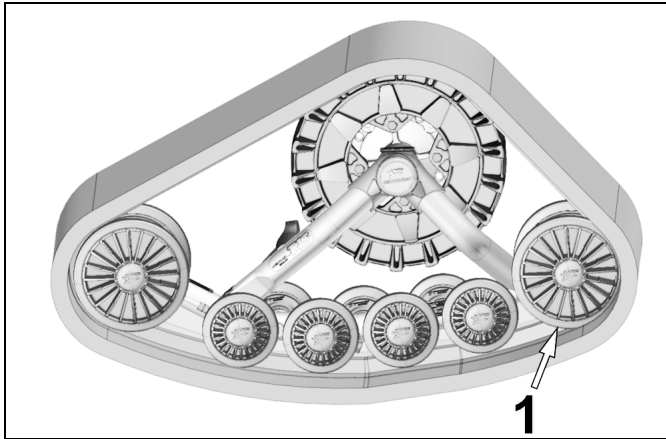

Figure 30
- Réinstaller les roues de 202 mm (1). Voir la Figure 30.